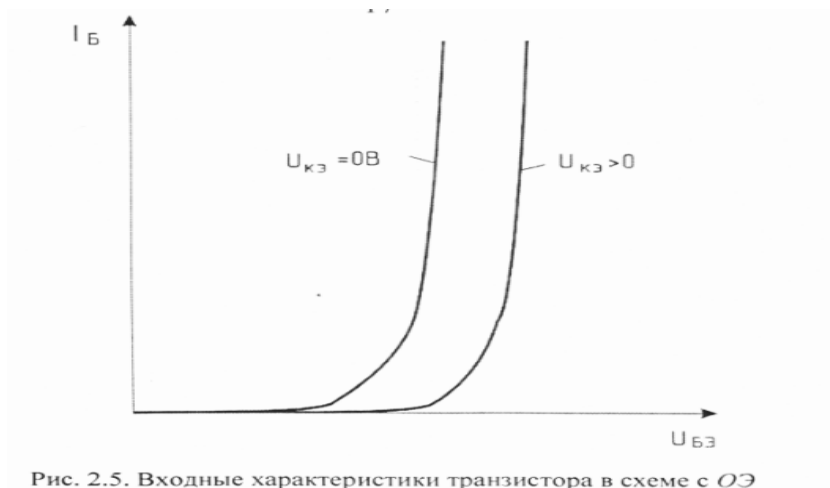

Рис. 2.5. Входные характеристики транзистора в схеме с ОЭ
Входные характеристики транзистора показывают зависимости тока входного электрода от напряжения между ним и общим электродом при постоянном напряжении на выходном электроде. Для схемы с ОЭ это зависимость тока базы от напряжения между ней и эмиттером при постоянных напряжениях на коллектор; (рис. 2.5): $I_{\text{б}} = f(U_{\text{бэ}})$ при $U_{\text{к}} = \text{const}$.
4.1 Используя данные табл. 2,1 и табл. 2.2 постройте графики семейств входных и выходных характеристик транзистора. Они имеют вид, представленный на рис. 2.5 и рис 2.6, а.